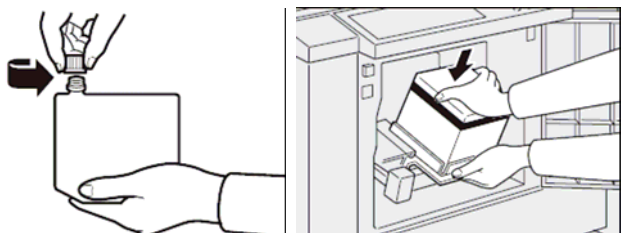

图 5-23 添加新墨盒的操作示意图
- ② 去除新墨盒盖，将新墨盒插入墨盒托架中。添加新墨盒的操作示意图，如图 5-23 所示。
- ③ 将墨盒托架重新滑入机器，直到墨盒托架卡到位为止；关上前门，机器会开始空转以便使油墨到达印筒。